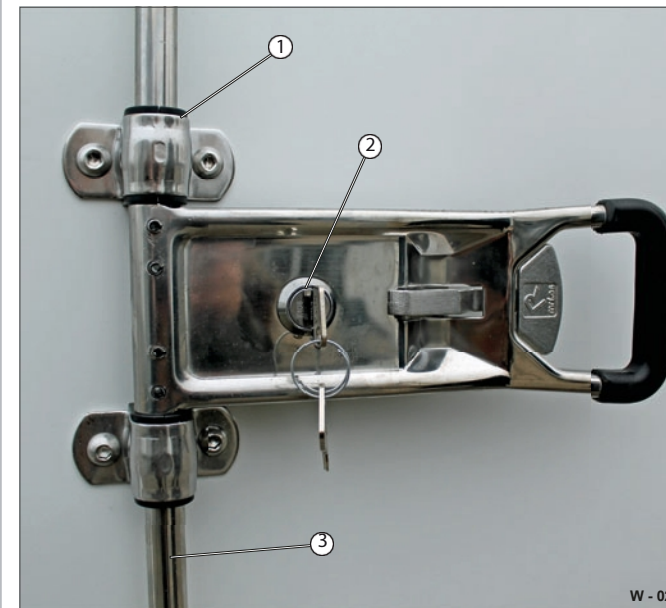

Fig. 6 Kontroller funksjonen
- Kontroller lagerpunktene (fig. 6/1) for deformasjon.
- Kontroller sylinderlåsens funksjon (fig. 6/2).
- Kontroller at espagnoletten (fig. 6/3) ikke er deformert.